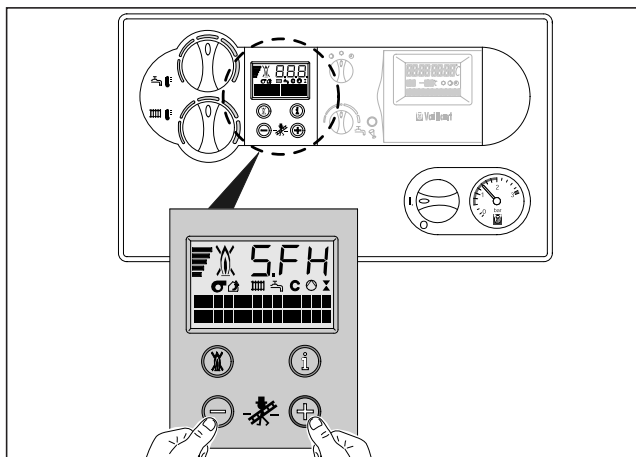

Abb. 3.11 Schornsteinfeger-Messungen (am DIA-System)
- Aktivieren Sie den Schornsteinfeger-Betrieb, indem Sie gleichzeitig die Tasten „+“ und „-“ des DIA-Systems drücken (Abb. 3.11)